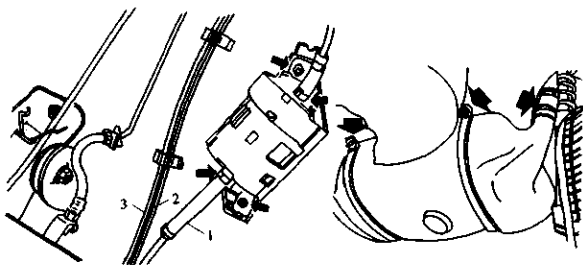

图 2-94 拔下进油管、回油管和通气管
- 8) 拔下位于车辆底部的进油管 1、回油管 2 和通气管 3, 如图 2-94 所示。